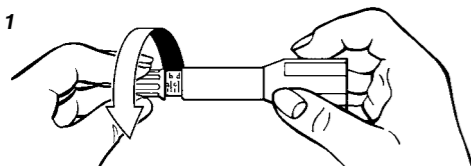

FIG 2
- Consulte la Tabla 1 – Anote la marca de la escala del ajuste de profundidad de su jeringa particular y enrosque (o desenrosque) el ajustador de profundidad hasta que esta marca de la escala esté alineada con el extremo de la carcasa de la jeringa (**Fig 2**). Esto establece la profundidad de penetración de la aguja en 6mm.
- Sehen Sie in Tabelle 1 – nach, um den Ihrem Spritzenmodell entsprechenden Skalenstrich für die Tiefeneinstellung zu ermitteln. Schrauben Sie dann die Stichtiefen-Einstellvorrichtung so weit in das Gerät hinein (bzw. aus dem Gerät heraus), bis das vordere Ende des Gehäuses für die Spritze mit dieser Skaleneinstellung übereinstimmt (**Abb. 2**). Dadurch stellen Sie die Tiefe der Nadelpenetration auf 6mm ein.
- Fare riferimento alla Tabella 1 – individuare sulla scala graduata la tacca di regolazione della profondità corrispondente alla siringa utilizzata e avvitare (o svitare) il regolatore della profondità fino a quando la tacca sulla scala graduata non è allineata alla parte inferiore dell'alloggiamento della siringa (**Fig 2**). In tal modo la profondità di penetrazione dell'ago viene impostata su 6mm.
- Se tabell 1 – observera att djupjusteragraderingen för din speciella spruta och skruva in (eller ut) djupjusteranordningen tills graderingen är i linje med kanten på spruthylsan (**Fig 2**). Detta ställer in nålens inträngningsdjup på 6mm.